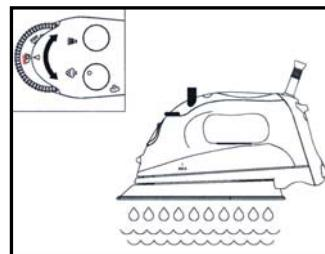

Fig. 8
5. Gire el control variable de vapor completamente hacia la derecha hasta la posición de autolimpieza (Self-Cleaning) y sostenga la plancha horizontalmente sobre una piletita. (Fig. 8)